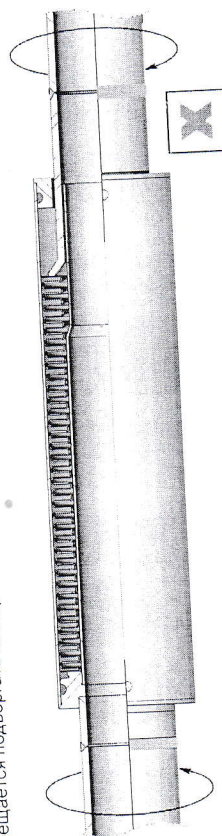

Рис. 2
3.5. Запрещается подвергать сильфонные компенсаторы воздействию торсионного вращения (Рис.2).